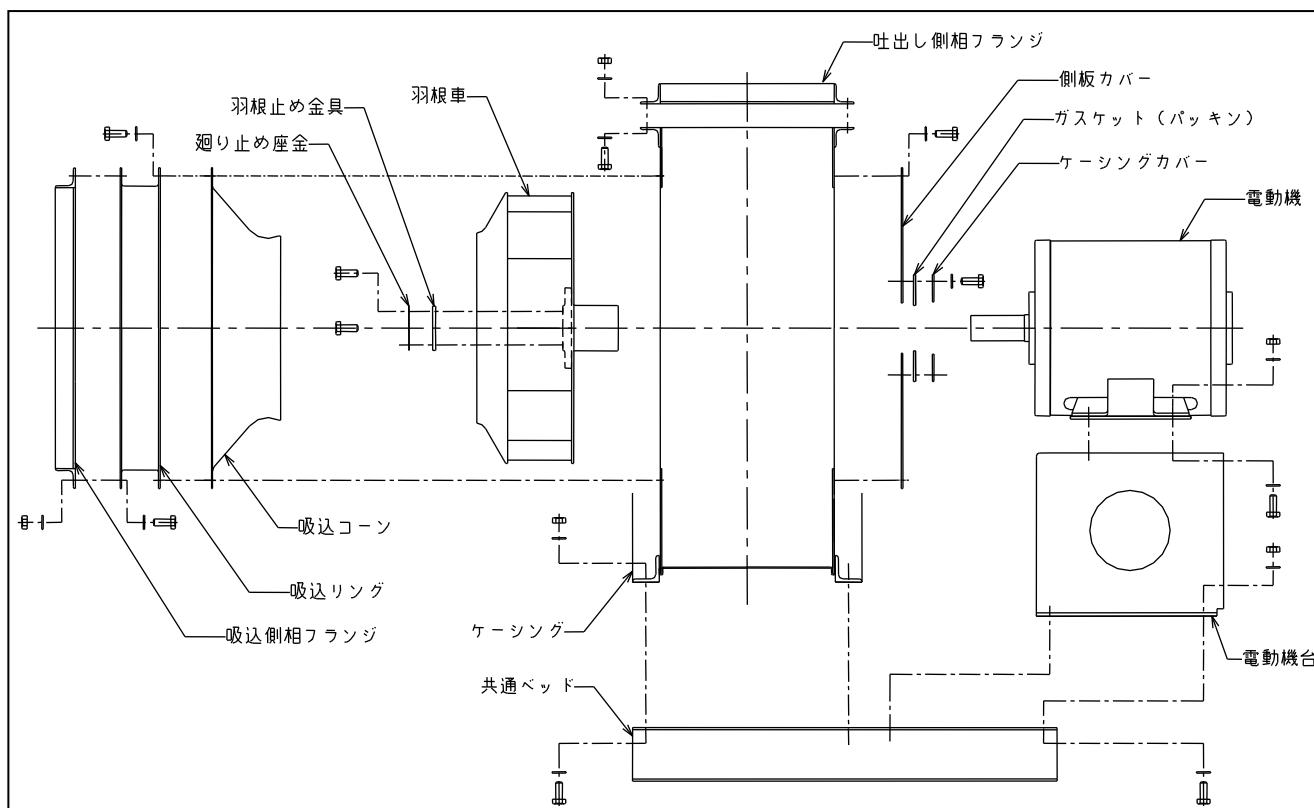

図19 SMT E 3型分解組立図（例）
- (8) SMT E3型は、側板カバーを外すことにより、羽根車、電動機及び電動機台を一体でケーシングから取り出すことができます。羽根車を電動機軸から取外す場合、引抜き用ネジを利用して抜いて下さい。廻り止め座金、羽根止め金具は先に外しておいてください。(図19)
- (9) 回転体をケーシングから取出す場合、ケーシング付近に羽根車の仮受台をつくり、軸・ケーシングなどに傷がつかないようにしてください。また、仮受台にも当板を行い、羽根車に傷がつかないようにしてください。